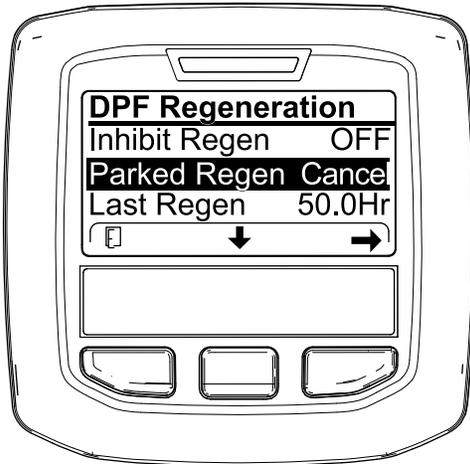

Figura 65
1. Acesse ao menu Regeneração do filtro de partículas de gásóleo (Figura 65).
2. Prima o botão central para ir até à opção CANCELAR REGENERAÇÃO EM ESTACIONAMENTO (Figura 65) ou CANCELAR REGENERAÇÃO DE RECUPERAÇÃO (Figura 66).
3. Pressione o botão direito para seleccionar a entrada Cancelar regeneração (Figura 65 ou Figura 66).